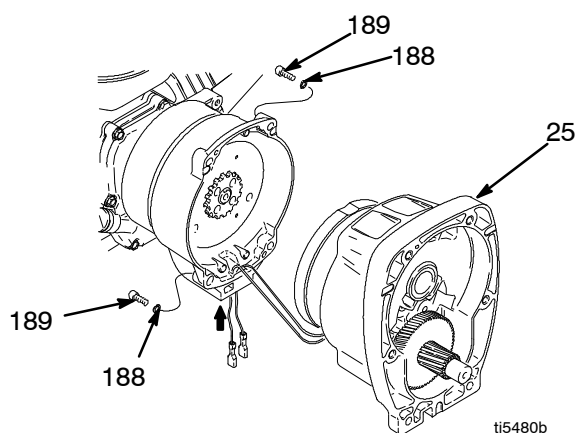
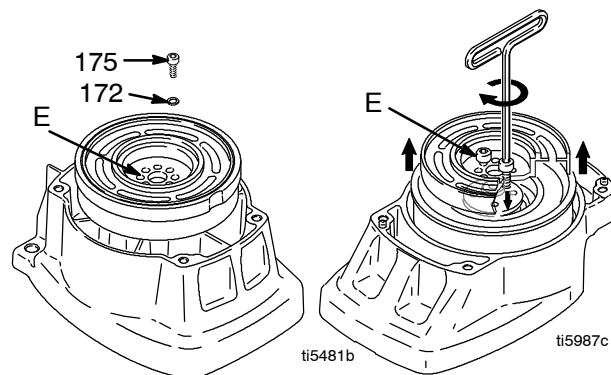

Fig. 4
Fig. 5
5. Fig. 5. Appoggiare il corpo del pignone (25) sul tavolo di lavoro con il rotore rivolto verso l'alto.
6. Rimuovere le quattro viti (170) e le rondelle (172). Installare le due viti nei fori filettati (E) nel rotore. In alternativa serrare le viti fino a quando il rotore non fuoriesce.
9. Fig. 5. Appoggiare il corpo del pignone sul tavolo di lavoro con il rotore rivolto verso l'alto.
10. Applicare Loctite alle viti. Installare le quattro viti (170) e le controrondelle (172). Serrare alternativamente le viti fino a 125 in-lb fino a quando il rotore non è fermo. Per mantenere il rotore utilizzare fori filettati.
11. Fig. 4. Installare il gruppo del pignone (25) con le cinque viti (189) e le controrondelle (188).